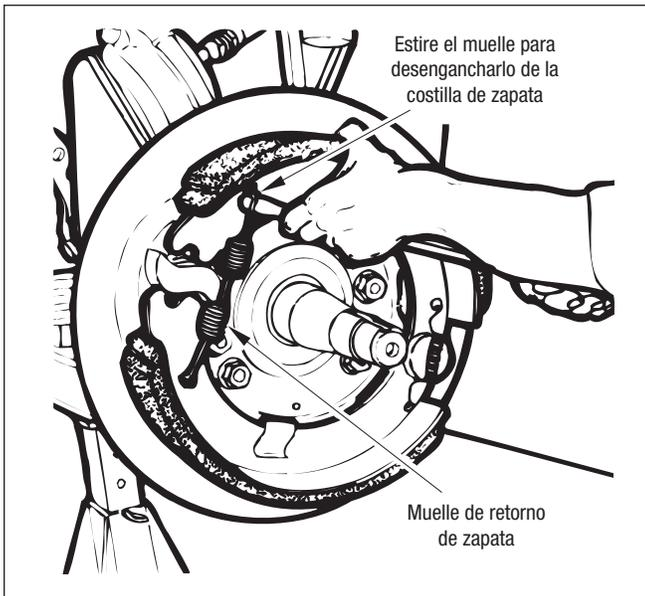

Figura 17 – Desmontaje de muelle de retorno de zapata
6. Rote la zapata hacia abajo y gírela para permitir que se desenganchen el muelle de retención de la zapata y la costilla de zapata inferior. *Consulte la figura 17.*